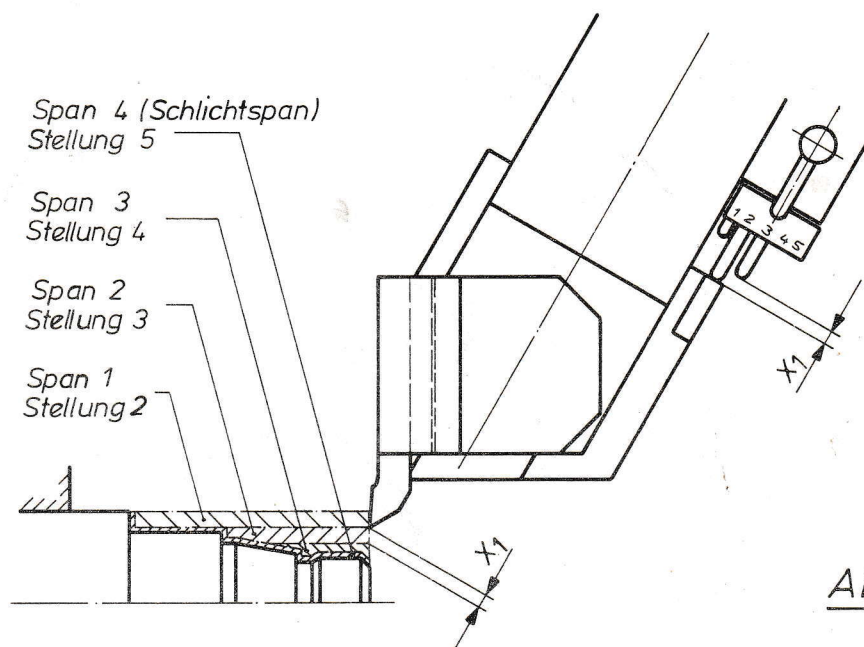

Abb. 3
17. Trommelanschlag in Stellung 3 bringen. Durch Zurückstellen des Kopierschlittens, mit Hilfe der Stellschraube, Dicke des 3. Spanes einstellen. Den entsprechenden Anschlagstift anstellen und festklemmen (Abb. 3). Span 2 (+ 1) wird entsprechend eingestellt. Dicke des 1. Spanes ergibt sich durch den Rest. Nach dem Einstellen der Anschlagstifte muß die Stellschraube vom Trommelanschlag weggeschraubt werden.